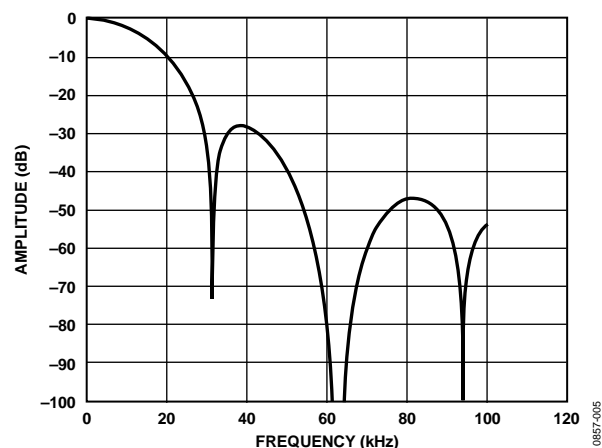
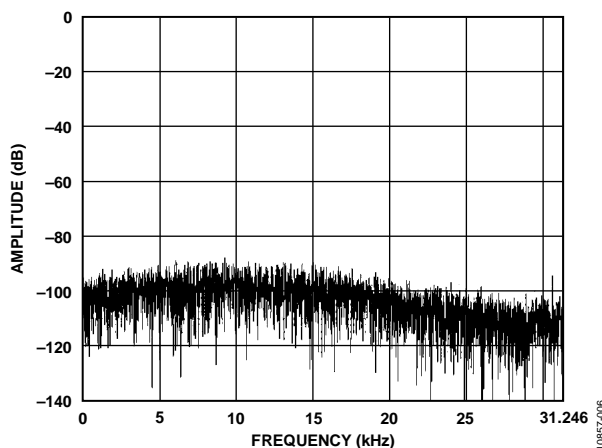

図 5. SINC3 フィルタの応答 (デシメーション・レート=256)
図 6. デシメーション・レート=256、出力データ・レート=62.5kHz 時のノイズ・フロアを示す 16K ポイント FFT
AD7401A の仕様は、デシメーション・レート (DR) 256 で指定されています。ただし、このデバイスは、より高いデシメーション・レートでも使用できます。DR=256 での SINC3 フィルタの応答を図 5 に示します。この時の出力データ・レートは 62.5kHz で、FFT ノイズ・フロアは図 6 に示すとおりです。